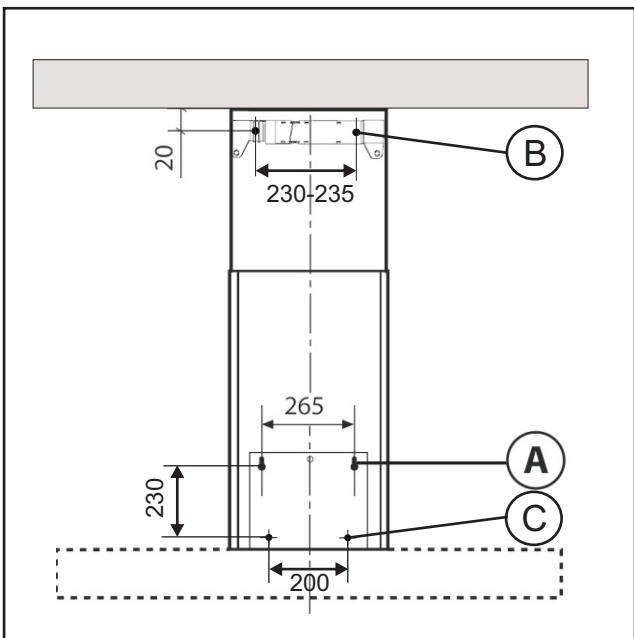

Fig.3
- Respetando las medidas, realice los 6 agujeros **A-B-C** de Φ 6, indicados en la (**Fig.3**).
- Inserte los tornillos (**Fig.3-A**) sin apretar del todo y cuelgue la campana en ellos. Seguidamente fije el cuerpo de la campana en la pared mediante los dos tornillos internos (**Fig.3-C**).